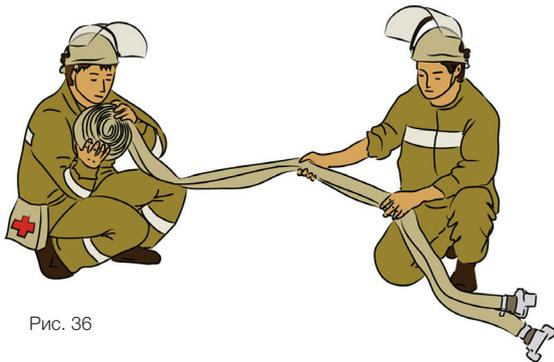

Рис. 36
- При транспортировке на пожар рукава должны быть уложены в «двойные скатки», чтобы не возникало сложностей с их быстрым развёртыванием (рис. 36). Для этого найдите середину рукава, сложите рукав вдвое, оставив верхнюю часть на 20 см короче нижней, скатывайте плотно. При длительной перевозке в кузове (багажнике) автомобиля или в лодках желателно перевязывать каждую скатку тонкой верёвкой, чтобы рукава не перепутались.